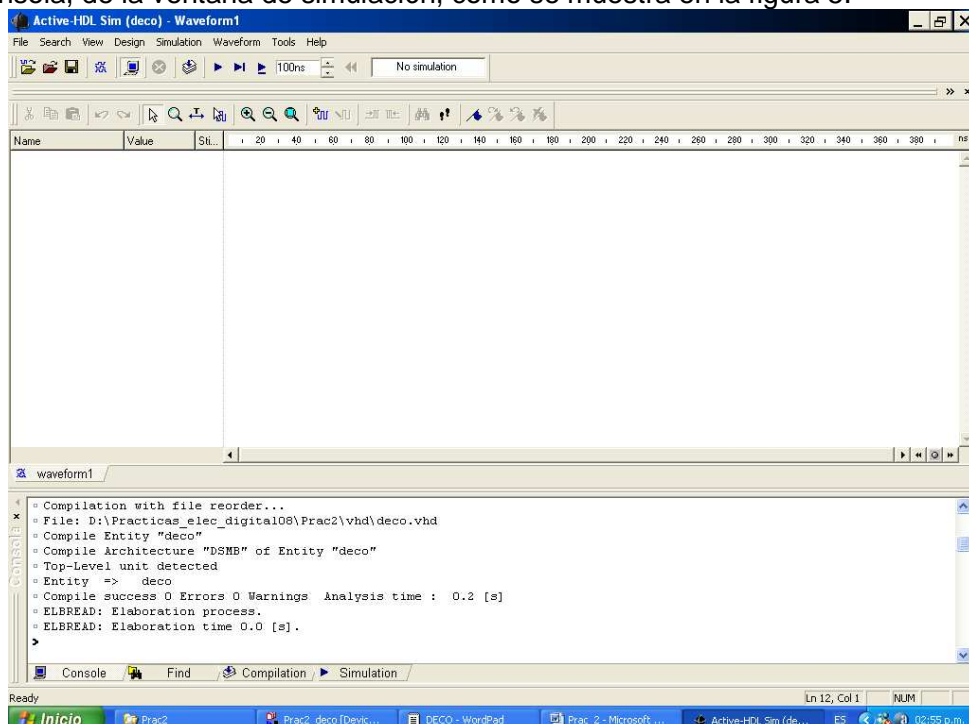

Figura 5. Ventana que muestra la compilación, en el software para la simulación.
8. Se abre el archivo **deco.vhd**, esto en: **File→Open VHDL file for simulation** y se selecciona el archivo, localizado en la carpeta **vhd**, *creada por el proyecto*. Se da **<Abrir>**. Al hacer eso se compila el programa apareciendo comentarios en la consola, de la ventana de simulación, como se muestra en la figura 5.